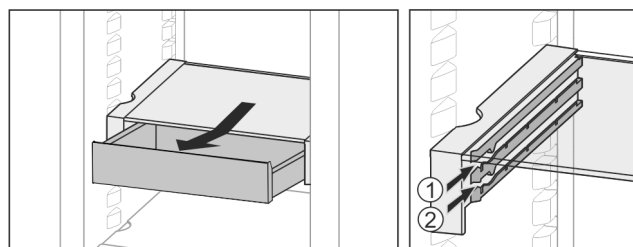

Fig. 29
- На любой высоте Fig. 29 (1) или Fig. 29 (2) вставить.